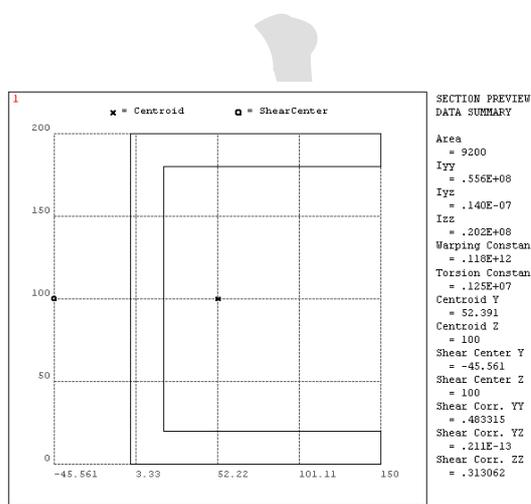

图4.13 槽形截面几何参数
(2) 用户可以在【Beam Tool】对话框中单击【Preview】按钮, 将在图形视窗中显示所定义截面的几何参数, 如图 4.13 所示。图中  表示截面的几何中心,  表示截面的剪心, 在图的右侧列出截面的几何特性, 如截面面积和惯性矩等。